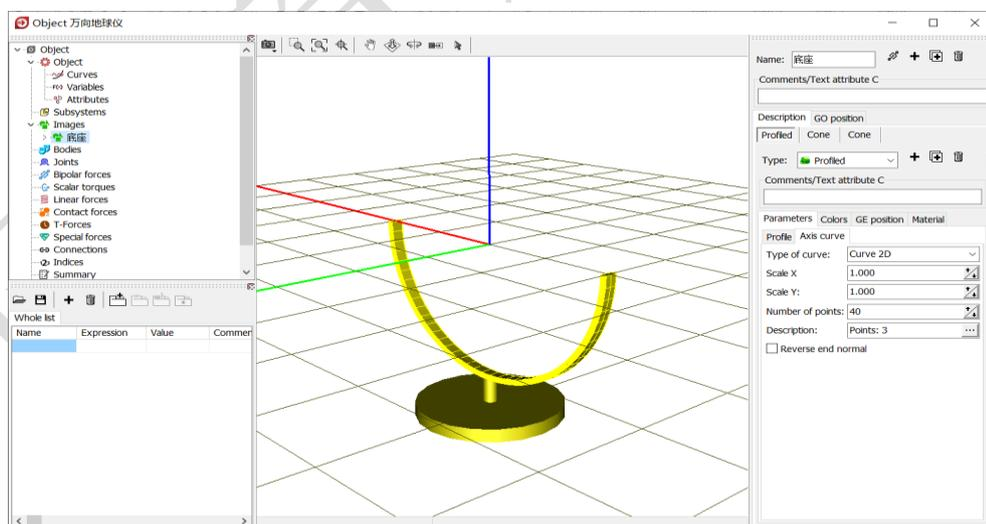

图 2-8
- 2) 这样，我们就导入了地球仪底座的几何图形 (**Images**)，如图 2-8 所示。导入几何图形的目的是增强模型可视化效果，它并不参与动力学计算。